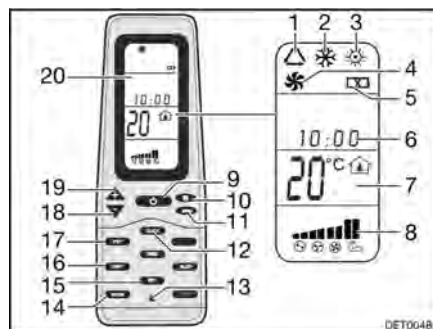

Fig. 147 Télécommande
- Appuyer sur la touche ON/OFF (Fig. 147,9).
- Appuyer sur la touche "Mode" (Fig. 147,11) autant de fois que nécessaire pour que le mode de fonctionnement souhaité (Fig. 147,1, 2, 3 ou 4) s'affiche à l'écran (Fig. 147,20).
- Régler la température désirée à l'aide des touches "+" (Fig. 147,19) et "-" (Fig. 147,18).
- Sélectionner le niveau de ventilation souhaité à l'aide de la touche de vitesse du ventilateur (Fig. 147,10).